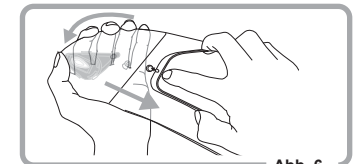

Abb. 6
2. Nehmen Sie den Pinlock® Original Visiereinsatz von den Stiften ab, indem Sie das Visier biegen. (Abb. 6)